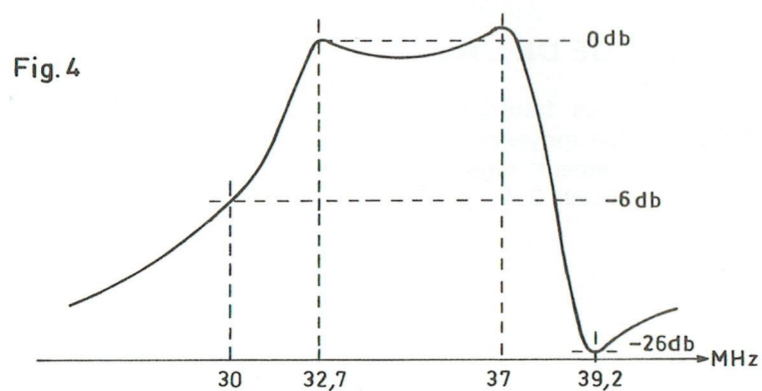

Fig. 4
- Régler S 1771 pour obtenir la courbe ci-dessous (fig. 4).